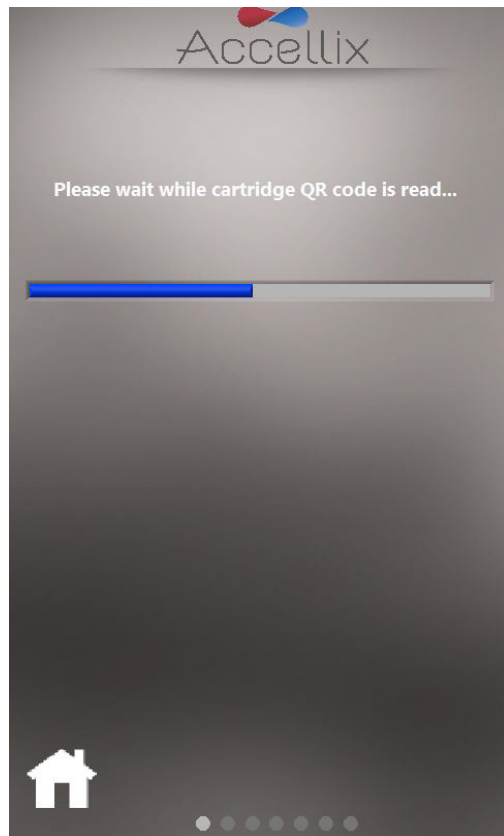

Abbildung 36: Bildschirm „Reading Cartridge QR Code“ (Kartuschen-QR-Code lesen)
5. Der Bildschirm weist den Benutzer an, zu warten, während das Gerät die QR-Code-Informationen auf der Kartusche liest und registriert (Abbildung 36).